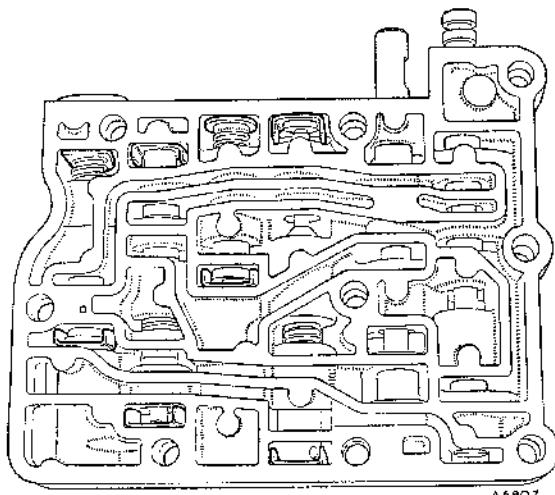
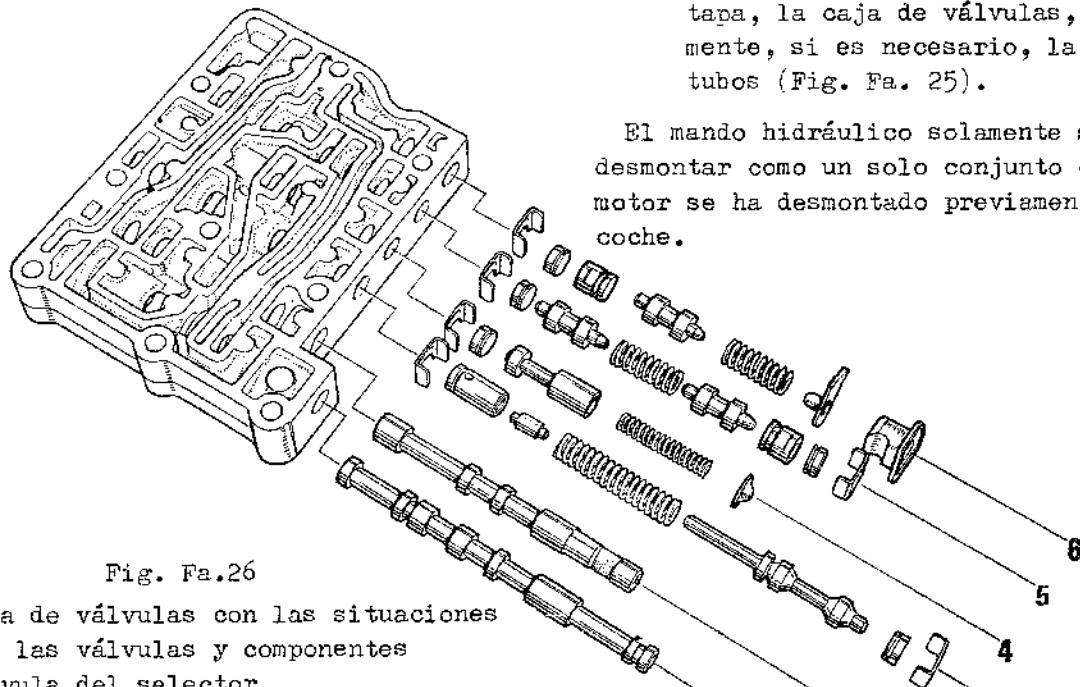

Fig. Fa.27
Fig. Fa.26
- (20) Armar cada conjunto de válvula siguiendo el orden inverso al desarmado (véase la Fig. Fa.26). Comprobar que los clips "C" y los tapones quedan correctamente colocados en la caja de válvulas (ver Fig. Fa.27).